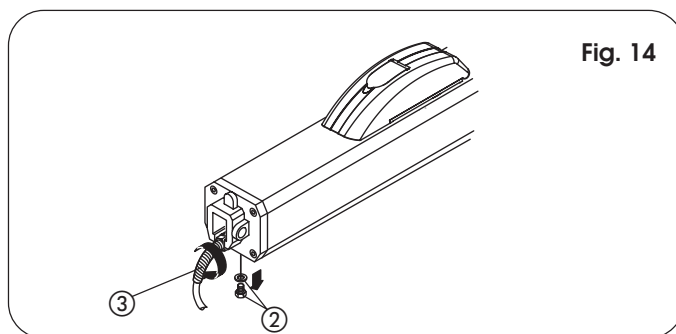

Fig. 14
- A) Coloquen los dos separadores antivibraciones ② sobre la brida anterior.
- B) Introduzcan el cárter presionando con fuerza en la tapa posterior ①.
- C) Fijen el cárter con el tornillo autorroscante ③.
- D) Coloquen la tapa anterior ⑤ en el cárter y bloqueen con el tapón FIX ④.
- 13) Monte el protector del pliegue del cable eléctrico (ref. ③, Fig.14).
- Quite el tornillo de purga (Fig. 14, ref. ②).